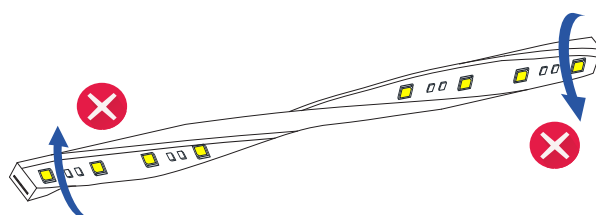

Fig. 2.3
- No gire la tira más allá del ángulo mínimo de 30° (Fig. 2.3). Si lo hace, dañará la placa de circuito interna.